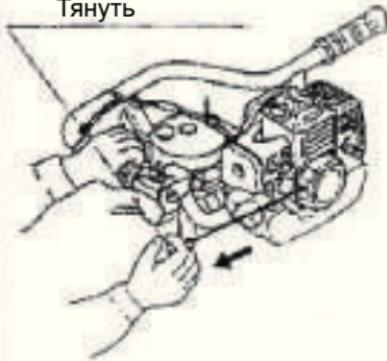

Рис.10
- Возмитесь за ручку ручного стартера и быстро потяните за нее (рис.10).